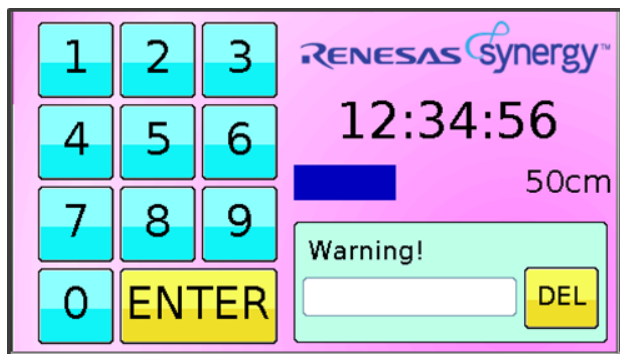

図 2-8 警告画面
- 電子錠ドアに衝撃を与えた場合は、LCD に警告メッセージを表示し (図 2-8)、その後 LCD を消灯する。この時、パスコード入力時と同様にモニタに向けて 1 秒毎に「時刻、超音波センサから取得した距離、状態」を通知する (Notification)。